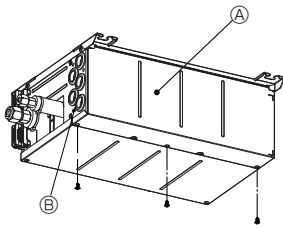

Fig. 8-1
1. Verwijder de schroeven in de afdekkap. (Fig. 8-1)